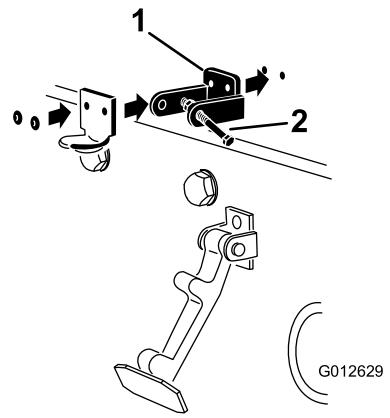

図 6
5. ブラケットとワッシャをフードにリベットで固定する図6。